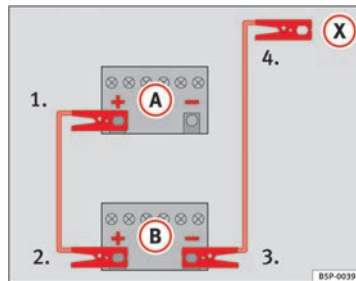

Fig. 188 Schéma de branchement pour les véhicules non équipés du système Start-Stop.
2. Raccordez une extrémité du câble de démarrage *rouge* au pôle positif (+) du véhicule dont la batterie est déchargée (A) ⇒ fig. 188.
3. Raccordez l'autre extrémité du câble de démarrage *rouge* à la borne positive (+) du véhicule fournissant le courant (B).
4. **Sur les véhicules sans système Start-Stop :** Raccordez une extrémité du câble de démarrage *noir* à la borne négative (-) du véhicule fournissant le courant (B).
- **Sur les véhicules avec système Start-Stop :** Raccordez une extrémité du câble de démarrage *noir* (X) à une borne de mise à la terre appropriée, à une pièce métallique massive vissée au bloc-moteur, ou au bloc-moteur lui-même..
5. Raccordez l'autre extrémité du câble de démarrage *noir* (X), sur le véhicule avec la batterie déchargée, à une pièce en métal massif vissée au bloc-moteur ou directement au bloc-moteur, mais le plus loin possible de la batterie (A).